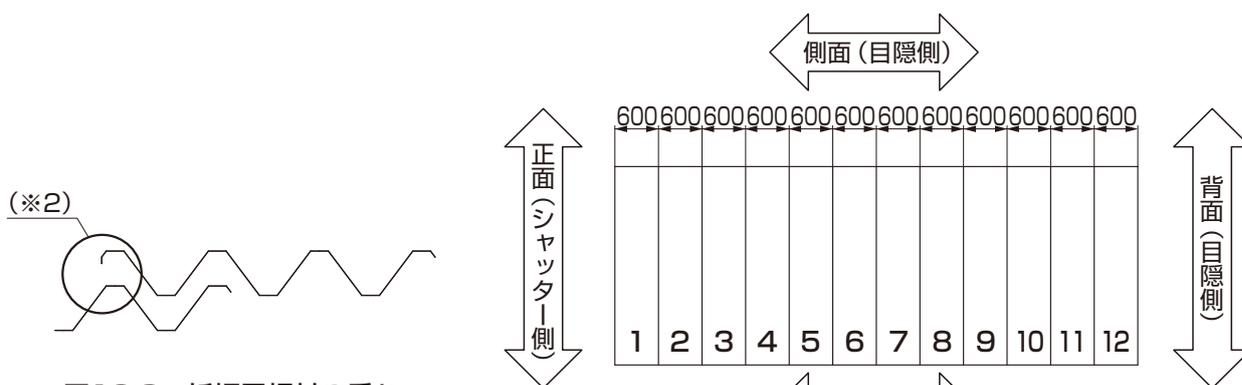

図16-3 折板屋根材の重ね
- 折板屋根材は、正面から重ねていく場合は、必ず山の端部が深い方(※2)を前にして重ねてください。(図16-3参照)